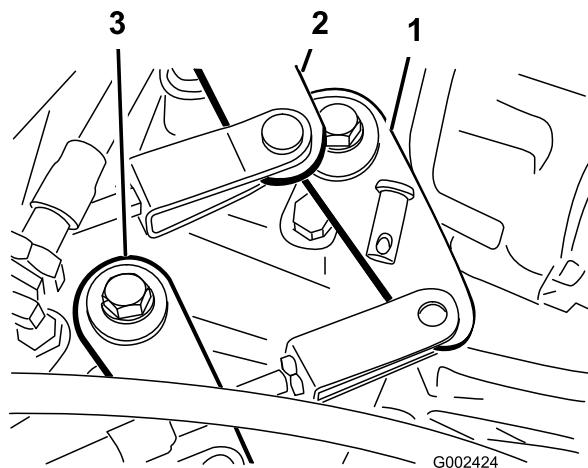

Figure 52
2. Enlevez les axes de chape qui fixent les câbles aux bras sélecteurs de la boîte-pont (Figure 52).
1. Enlevez l'axe de chape qui fixe le câble de gamme haute/basse à la boîte-pont (Figure 52).